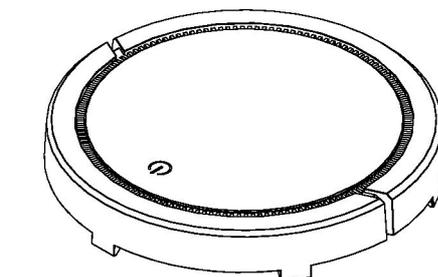

Рисунок 3
3. Установите модуль очистки воздуха на робота. (рисунок 3)